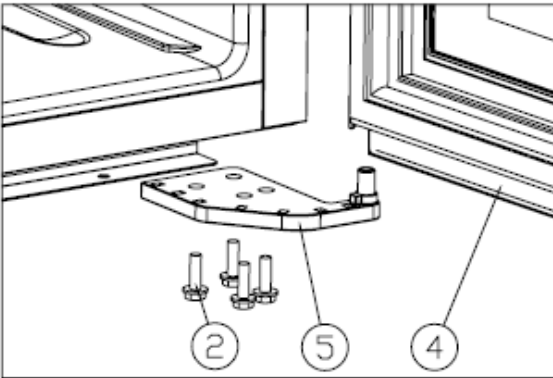

Figure 2
Schroef de M5*16-schroeven (2) los, verwijder het rechter onderscharnier (5). [Figure 2]